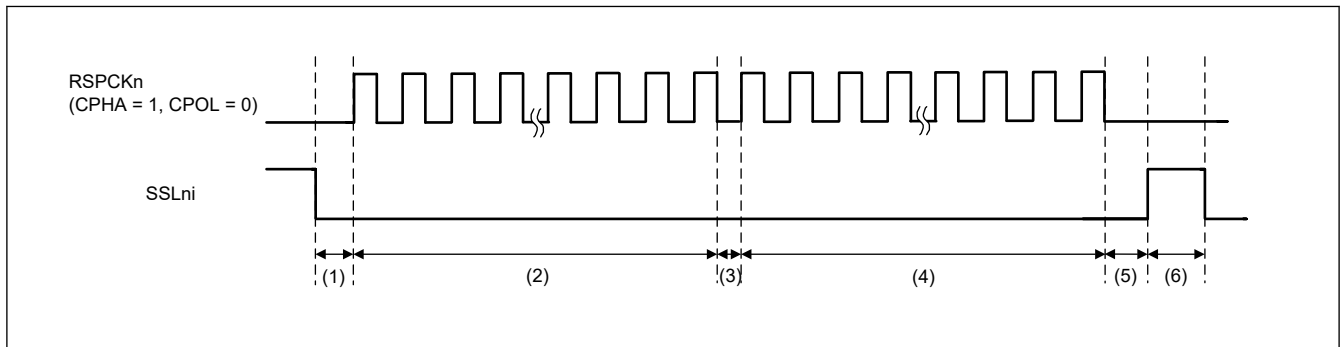

図 33.61 SSLKP ビットを利用したバースト転送の動作例 (BFDS = 1、SPFRF = 0)
図 33.61 に、SPCMD0 および SPCMD1 レジスタの設定値を使用してバースト転送を実現した場合の SSLni 信号の動作例を示します。以下では、図 33.61 に示す (1)~(6) の SPI の動作内容について説明します。SSLni 出力信号の極性は、SPI SSLi 信号極性ビット (SPCR3.SSLiP) ($i = 0 \sim 3$) の設定値で決まります。